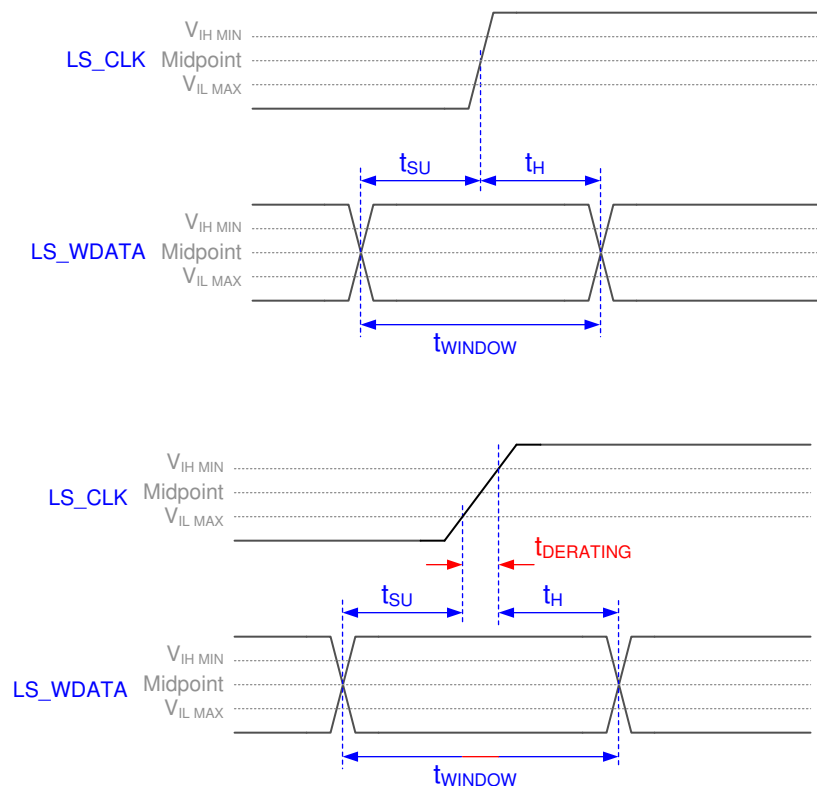

図 5-6. ウィンドウ時間ディレーティングの概念
- (3) ウィンドウ時間のディレーティングの例: 0.5V/ns のスルーレートにより、ウィンドウ時間が 0.7ns 増加し、3ns から 3.7ns になります。図 5-6 をご覧ください。
- (4) この仕様は SubLVDS レシーバ時間のみを対象としており、コマンド送信やコマンド送信後のレイテンシは考慮されていません。